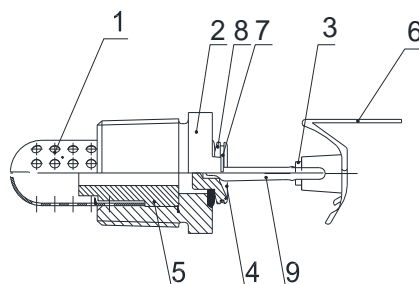

Рисунок 1
3.1 Распылитель состоит из фильтра 1, корпуса 2, винта 3, крышки 4, втулки 5, розетки 6, выбрасывающей пружины 7, тарельчатой пружины 8 и запорной стеклянной колбы 9 (рис. 1).